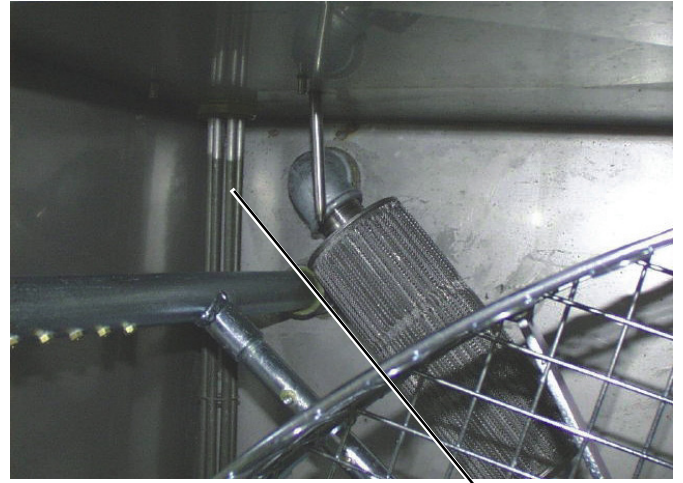

Fig. 21
**Non effettuare nessun ciclo di lavaggio senza acqua nel serbatoio. Ciò provocherebbe un guasto alla resistenza di riscaldamento 1 (Fig. 21) e malfunzionamenti o guasti alla pompa 1 (Fig. 22).**
**Cleaning cycles should never be performed if the water reservoir is empty. This would damage the resistor 1 (Fig. 21) and troubles/damages to the pump 1 (Fig. 22).**
**Keinen Waschzyklus ohne Wasser im Behälter ausführen. Dies könnte den Heizstab 1 (Abb. 21) beschädigen und Störungen bzw. Schäden an der Pumpe 1 (Abb. 22) verursachen.**
**Ne pas effectuer de cycle de lavage sans eau dans le réservoir sous peine de provoquer une panne de la résistance de chauffage 1 (Fig. 21) ainsi que des mauvais fonctionnements des pannes de la pompe 1 (Fig. 22).**
**No debe efectuarse ningún ciclo de lavado sin agua en el depósito. Esto dañaría la resistencia de calentamiento 1 (Fig. 21) y causaría el funcionamiento incorrecto o daños a la bomba 1 (Fig. 22).**